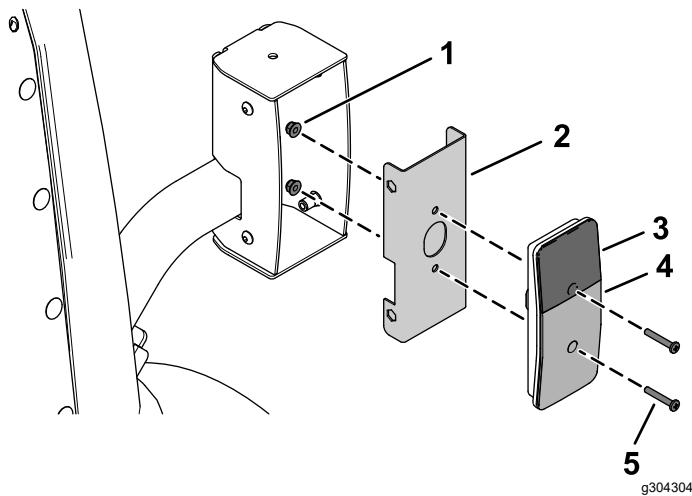
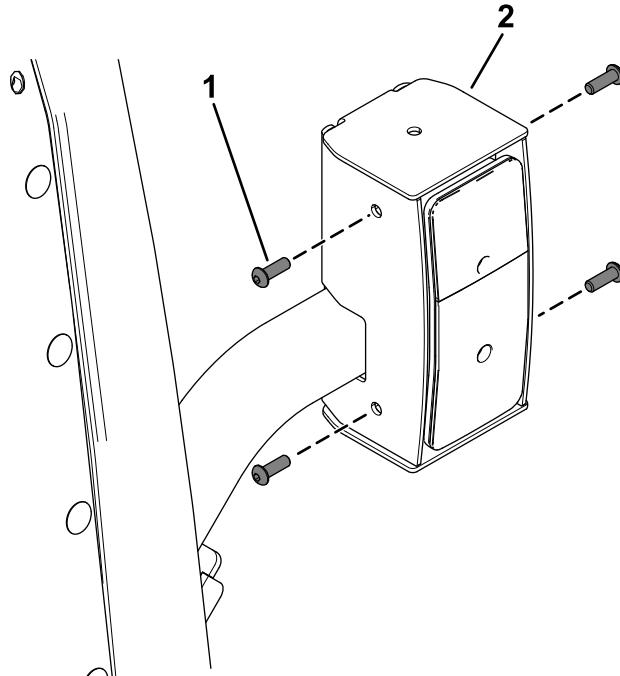

Bild 30
Bild 31
6. Befestigen Sie die Rücklichter mit vier Flachkopfschrauben (Nr. 10 x 1¼") und vier Bundmuttern (Nr. 10) an den inneren Montagehalterungen, wie in Bild 30 dargestellt.
9. Befestigen Sie die montierten Rücklichter mit acht Halbrundschrauben (¼" x ¾") an den Rücklichtgehäusen, wie in Bild 31 dargestellt.
Achten Sie darauf, dass Sie die Rücklichter mit der gelben Linse oben montieren (Bild 30 und Bild 31).